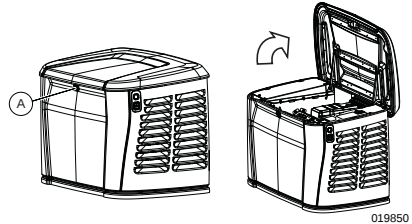

Figure 2-3. Ouvrir le couvercle supérieur
1. Voir Figure 2-3. Utiliser les clés pour ouvrir le couvercle supérieur de la génératrice. Une serrure (A) fixe le couvercle de la génératrice. La serrure est située derrière le cadre, au centre du panneau d'accès avant. Insérer la clé à la verticale. Appuyer sur le couvercle au-dessus du verrou et tourner-le vers la gauche pour le déverrouiller.